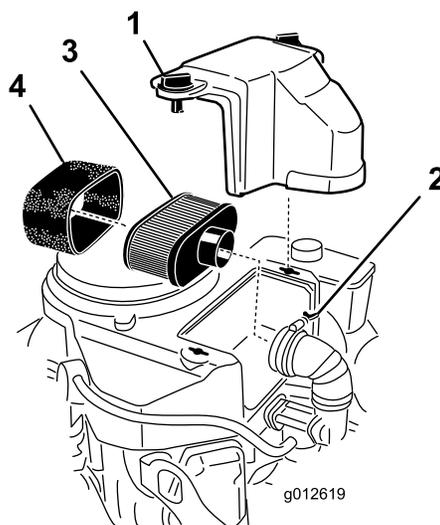

Figura 24
3. Limpie alrededor del limpiador de aire de forma que la suciedad no penetre en el motor y cause daños (Figura 24).
4. Desenrosque los pomos de la cubierta y retire la cubierta del limpiador de aire (Figura 24).
5. Desenrosque la abrazadera y retire el conjunto del limpiador de aire (Figura 24).
6. Retire cuidadosamente el filtro de gomaespuma del filtro de papel (Figura 24).
1. No limpie el filtro de papel, cámbielo (Figura 24)
1. Deslice cuidadosamente el filtro de gomaespuma sobre el filtro de papel (Figura 24).
2. Coloque el conjunto del limpiador de aire sobre la base del limpiador de aire y fíjelo con 2 tuercas de orejeta (Figura 24).
3. Coloque en su posición la cubierta del limpiador de aire y apriete el pomo de la cubierta (Figura 24).